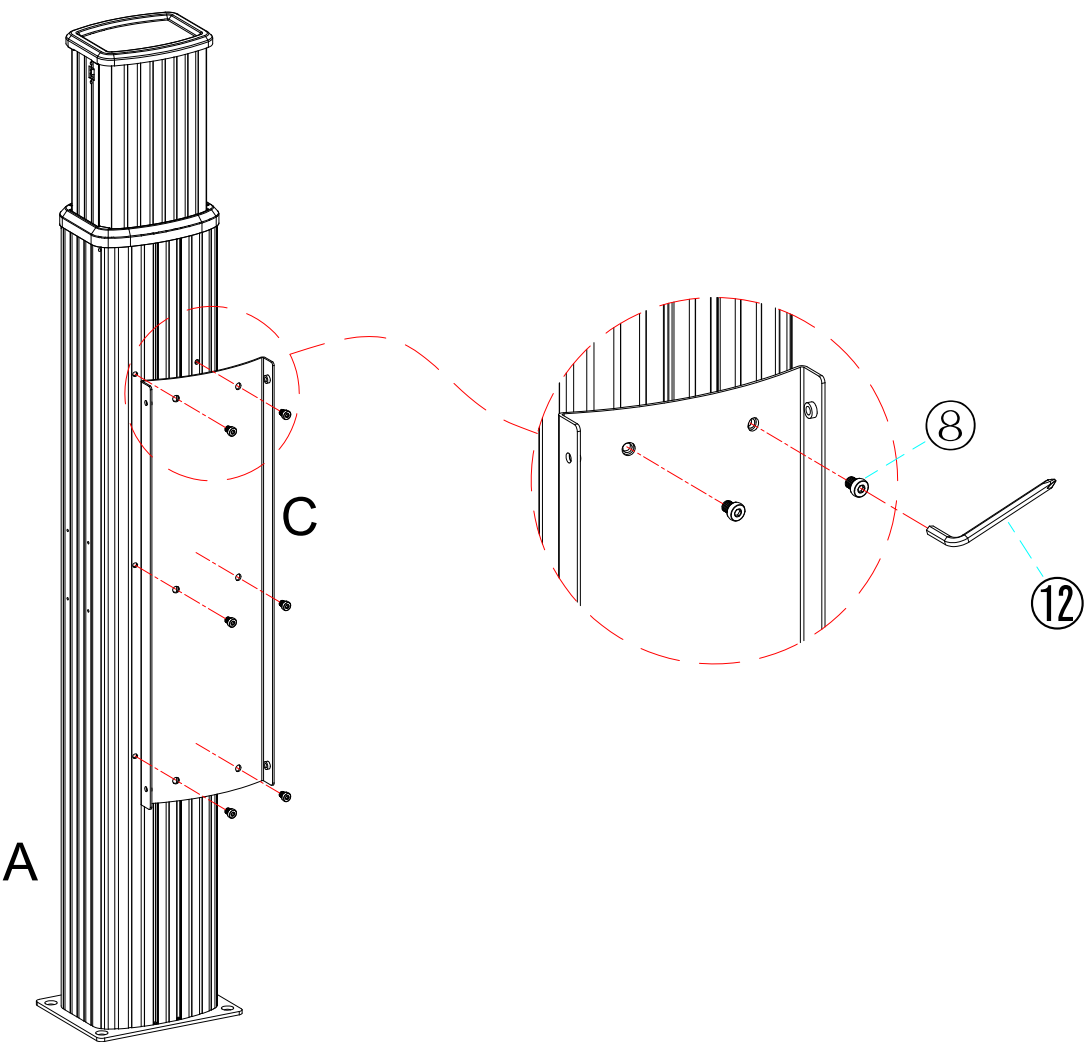

Figure 1
Étape 1: Assembler la base (B) et la colonne (A), et les bloquer avec 4 vis (⑩).(Figure 1)
Étape 1 : Assembler la plaque de fixation murale (C) et la colonne (A), et les serrer avec 6 vis (⑧). (Figure 1)